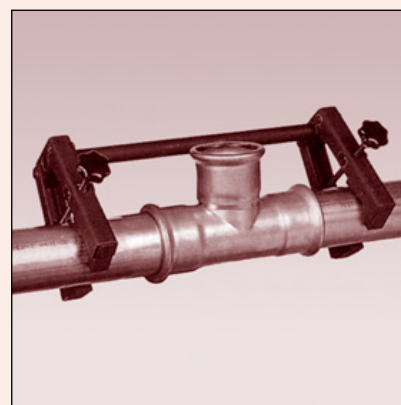

Fig. 26 Utilizzo della morsa di montaggio per diametri "Big Size".
9.6 Utilizzo della morsa di montaggio per i diametri "Big Size" (fig. 26)
9.6 Use of assembly clamps for "Big Size" diameters (fig. 26)